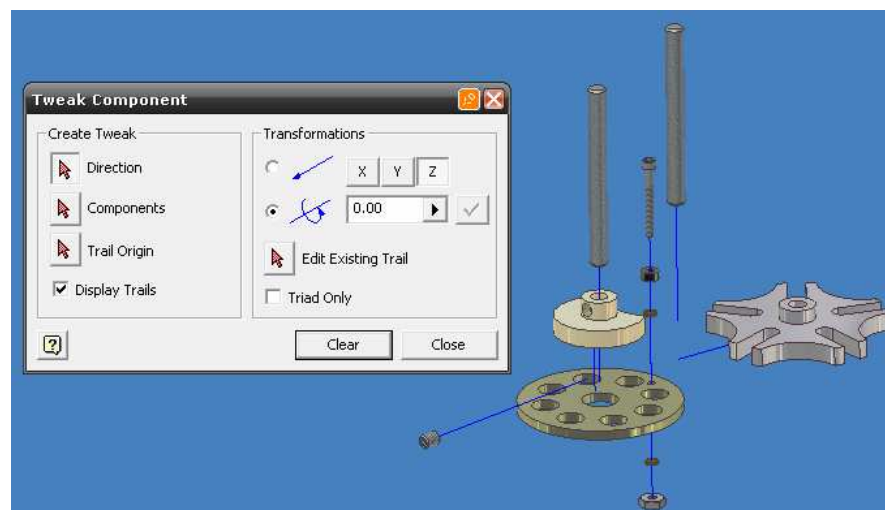

Figura 5.26 Desplazamiento lineal y rotacional de la leva.
25.-Ingresa el valor de 360° y seleccione el componente y especifique el TRIAL ORIGIN, figura 5.26.